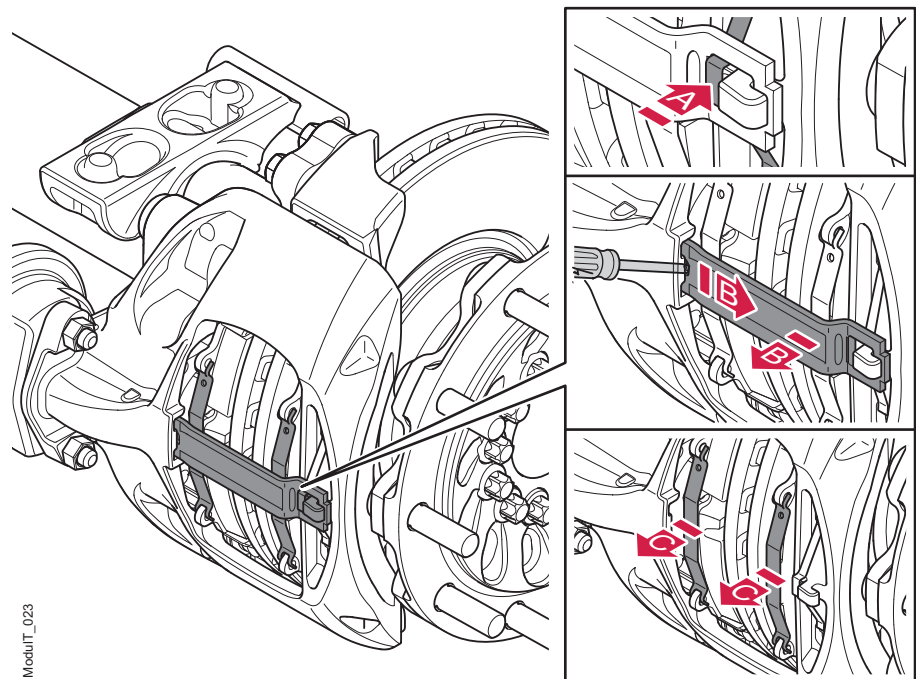

Figura 32. Desmontaje de los componentes de la pastilla de freno
4. Para desmontar el retenedor de la pastilla, primero mantenga presionado el muelle soporte (A), véase la figura 32. Con dicho soporte (A) sujeto, deslice y extraiga el retenedor (B). Puede emplearse una herramienta para sacar el retenedor si no se es capaz de hacerlo con la mano. A continuación, retire los dos resortes de la pastilla (C).